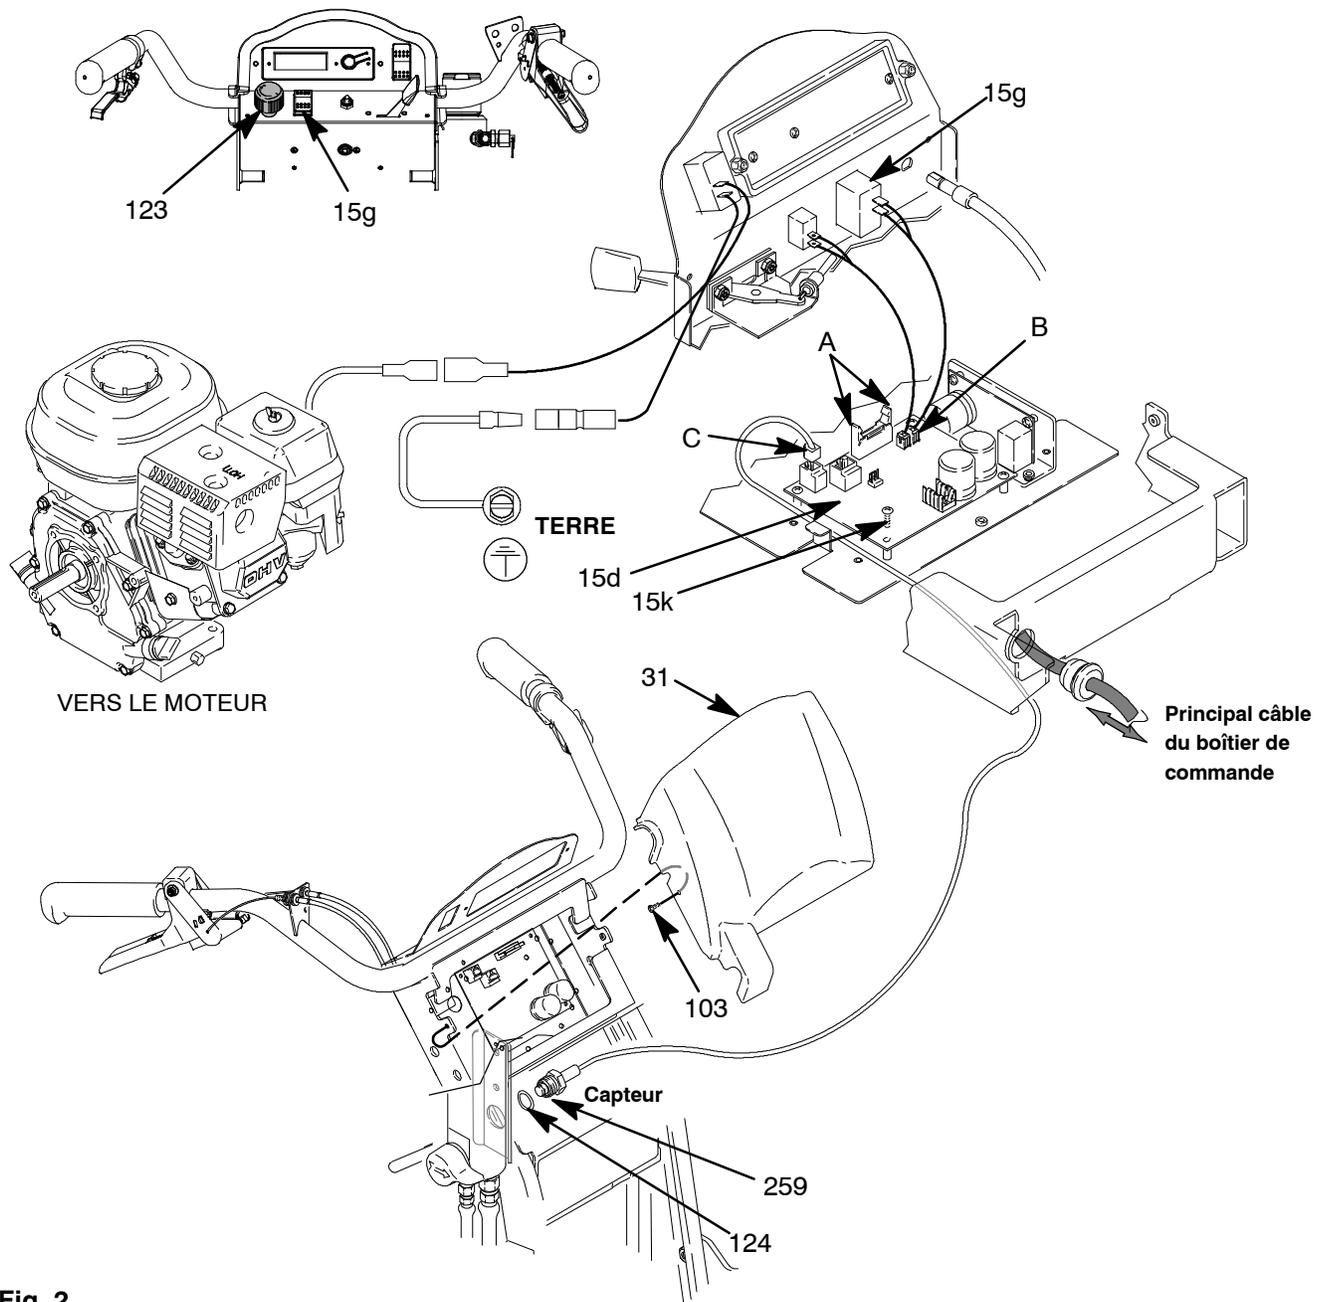

Fig. 2
2. Fig. 2. Retirer les deux vis (103) et le boîtier (31).
3. Ouvrir les pattes du connecteur (A) sur la carte PC et sortir le connecteur de l'afficheur.
4. Débrancher le connecteur du bouton MARCHE/ARRÊT (B) de la carte PC.
1. Fig. 2. Monter un nouveau bouton MARCHE/ARRÊT (15g) en veillant à ce que les deux ergots s'emboîtent bien à l'intérieur du boîtier de la régulation de pression.
2. Brancher le connecteur du bouton MARCHE/ARRÊT (B) sur la carte PC.
3. Presser le connecteur de l'afficheur sur la carte PC et refermer les pattes (A) du connecteur sur la carte PC.
4. Fixer le couvercle (31) avec deux vis (103).
1. Fig. 2. Fixer la carte de commande (15d) à l'aide des quatre vis (15k).
3. Presser le connecteur de l'afficheur sur la carte PC, refermer les pattes (A) du connecteur de l'afficheur sur la carte PC.
3. Débrancher le fil du capteur (C) de la carte de commande (15d).
4. Enlever le capteur de pression (259) et le joint torique (124) du corps du filtre.
1. Fig. 2. Placer le joint torique (124) et le capteur de pression (259) sur le corps du filtre. Serrer à 35 - 45 N.m.
2. Brancher le fil du capteur (C) sur la carte de commande (15d).
3. Fixer le couvercle (31) avec deux vis (103).